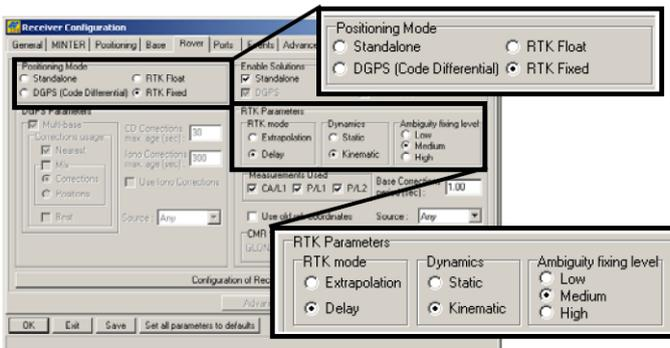

Figura 3-13. Configurazione del rover
10. Per il ricevitore rover, fare clic sulla scheda *Rover* e impostare i seguenti parametri, quindi fare clic su **Apply** (Figura 3-13 a pag. 3-16).